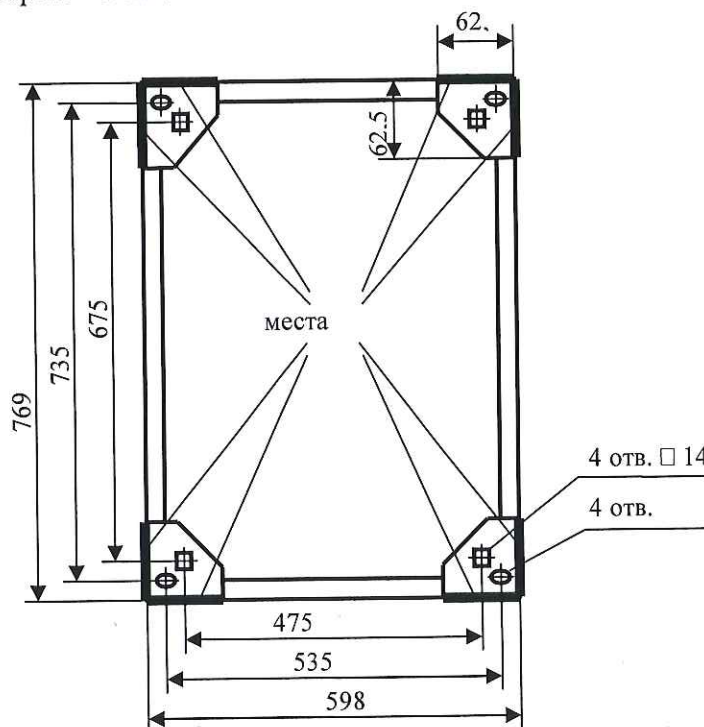

Рисунок 7 - Габаритные и установочные размеры цоколя приборного шкафа.
6.2.1 Установить приборный шкаф на место, предусмотренное проектом. В закладных основания пола, к которым должен прикрепляться приборный шкаф, должны быть выполнены восемь отверстий диаметром 14 мм. Расположение отверстий должно совпадать с расположением крепежных отверстий в цоколе приборного шкафа (см. рисунок 7). Закрепить приборный шкаф к закладному основанию пола с помощью болтов, гаек и шайб из комплекта монтажных частей согласно ведомости еФ3.049.019-55 ВЧ следующим образом: